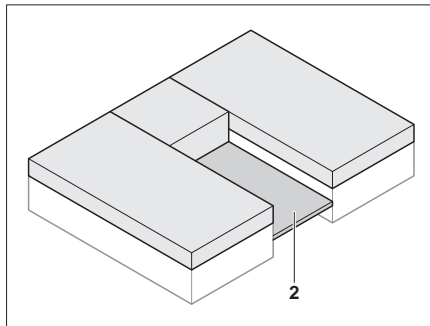

Bild 76 Lattenrost herausziehen
- Lattenrost (Bild 76,2) zwischen den Einzelbetten herausziehen.